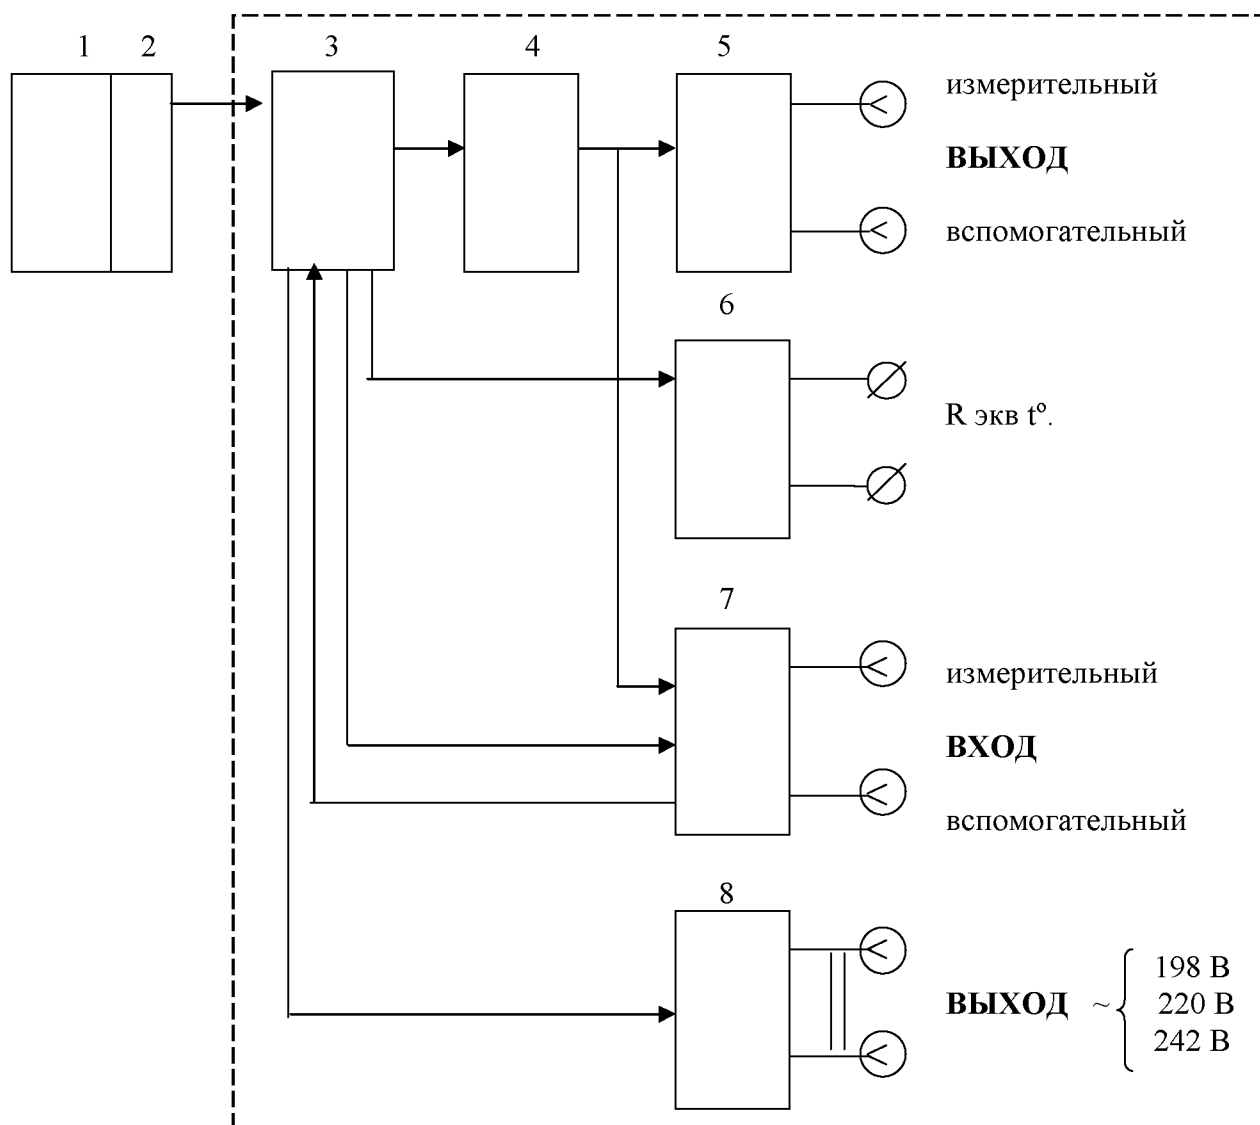

Рисунок 2 Схема функциональная компаратора компьютерного "рН-ТЕСТ 01"
1.4.1.1 Компаратор состоит из следующих узлов (рисунок 2):
- персональный компьютер (1);
- встроенная плата ввода-вывода (2);
- плата интерфейса (3);
- плата ЦАП (4);
- усилитель входной измерительный (5);
- плата задания сопротивления эквивалента термокомпенсатора (6);
- имитатор электродной системы (7);
- плата силовой коммутации (8)